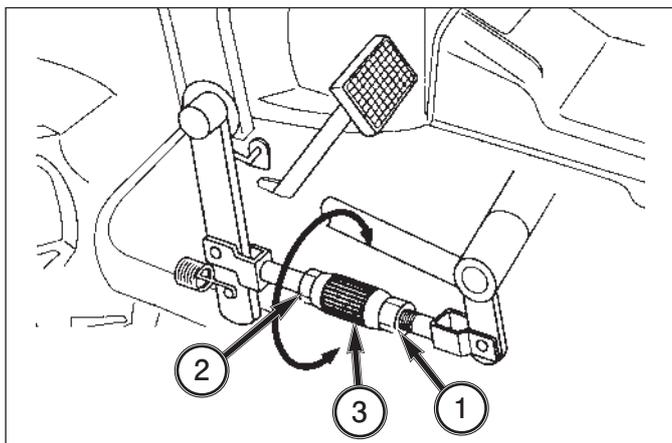

FIG. 6-31
**FIG. 6-31:** Pour régler la garde de la pédale d'embrayage, desserrez l'écrou de blocage, 1 (filet droit) et l'écrou de blocage, 2 (filet gauche). Tournez le manchon de serrage (3) de la tringle pour obtenir la garde correcte. L'allongement de la tringle augmente la garde, son raccourcissement la réduit.